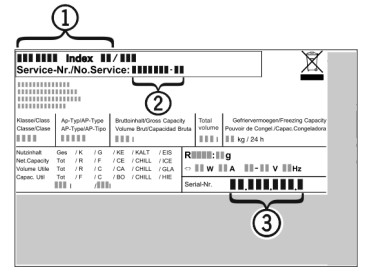

Fig. 11
- ▶ Prietaiso pavadinimas Fig. 11 (1), techninio aptarnavimo Nr. Fig. 11 (2) ir serijos Nr. Fig. 11 (3) užrašyti duomenų skydelyje. Duomenų skydelis yra prietaiso viduje, kairiajame šone.
- ▶ Susiekite su techninio aptarnavimo skyriumi ir praneškite apie gedimą, taip pat pasakykite prietaiso pavadinimą Fig. 11 (1), techninio aptarnavimo Nr. Fig. 11 (2) ir serijos Nr. Fig. 11 (3).